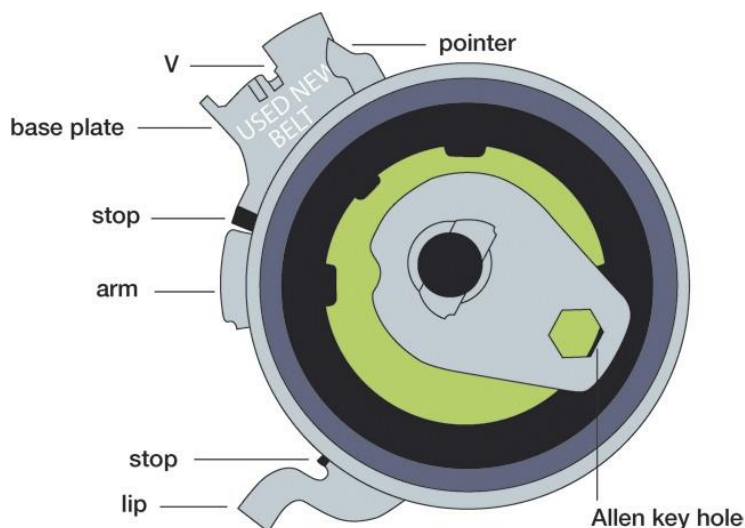

Рис. 2
8. Поверните натяжитель (с помощью шестигранного ключа) против часовой стрелки (одновременно удерживая на месте болт) до выравнивания (не дальше) язычка по правому краю опорной пластины (base plate) (рис. 2).